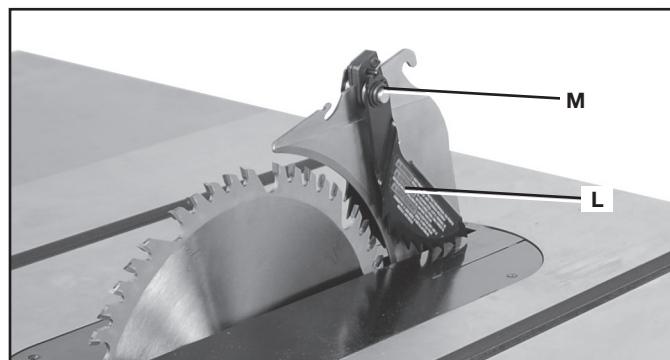

FIG. 11
2. Glisser le module antirecul (L) le long du haut du coupeau séparateur jusqu'à ce que la tige (M) fig. 11 trouve la fente au-dessus du trou de montage.
3. Enfoncer la tige (M) du module antirecul pour que le module puisse tomber dans le trou (K). Presser sur le module antirecul jusqu'à ce qu'il s'enclenche et se verrouille en place.
4. **Pour retirer le module antirecul :** appuyez sur la tige (M), fig. 11, sur le module antirecul et tirez-la hors du coupeau séparateur.